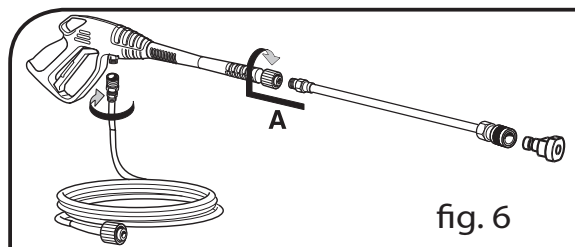

fig. 6
2. Conectar el tubo de alta presión a la pistola. Introducir el accesorio en la prolongación de la pistola venciendo la resistencia del muelle y girarlo hasta que quede bloqueado (fig. 6). Inserte la boquilla (fig. 2A).